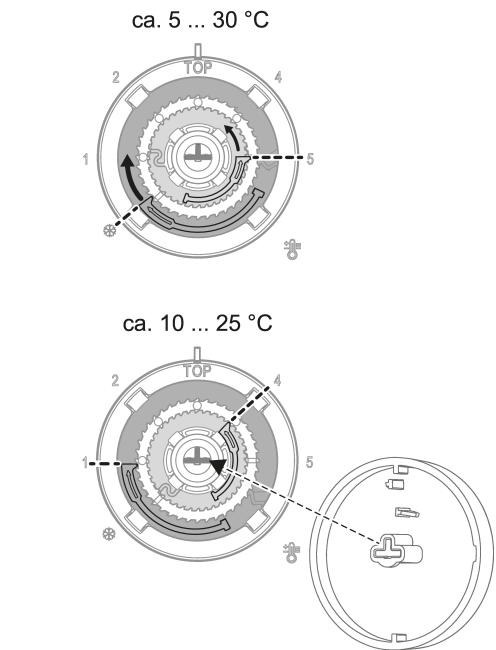

Bild 4: Einstellung der Temperaturbegrenzung (vor- her/nachher)
- Bedienknopf von der Zentralplatte abziehen, so dass die Einstellringe sichtbar sind (Bild 4).
- Bedienknopf wieder aufstecken, dabei Kodie- rung (Bild 4) der Drehachse beachten.